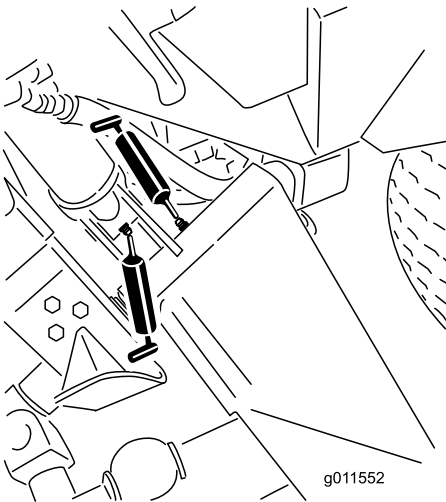
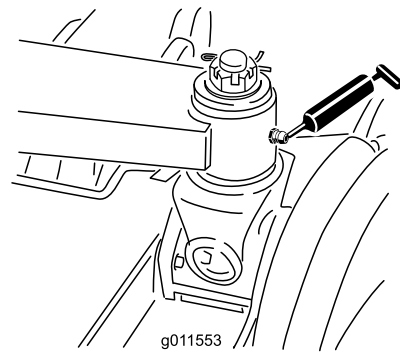

Figure 47
Figure 48
- 6 bagues de bras de levage principal (Figure 47 et Figure 48)